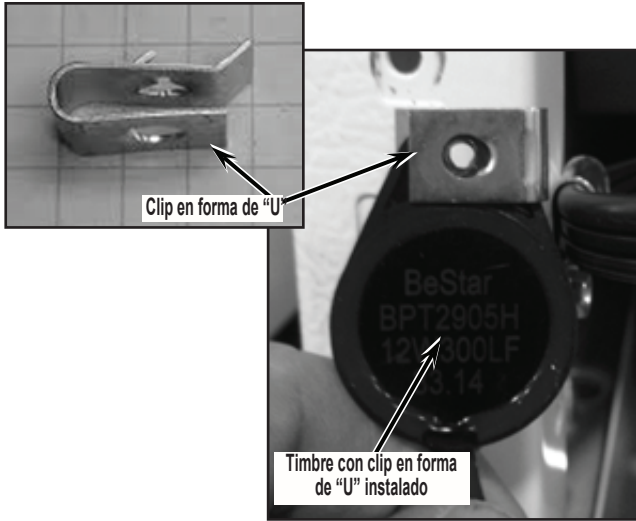

FIGURA 5
8. Instale el clip en forma de "U" en el timbre. Tenga en cuenta la orientación del clip en forma de "U" en el timbre. *Vea la Figura 5.*